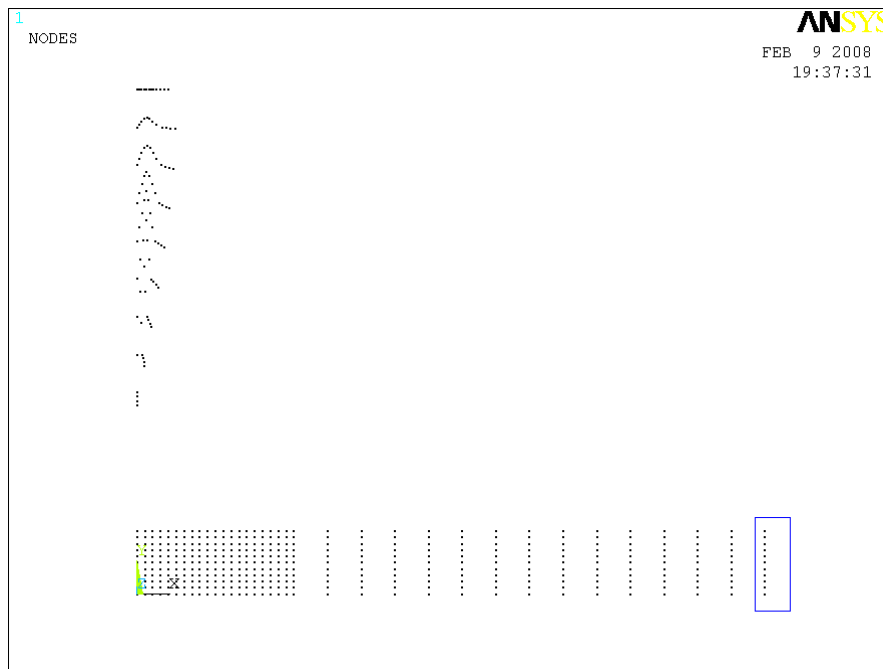

Рисунок 57. Выбор крайнего правого столбца узловых точек с помощью растягивающегося прямоугольника для наложения ограничений
- Выбрать крайний правый столбец узловых точек с помощью растягивающегося прямоугольника (Рисунок 57).